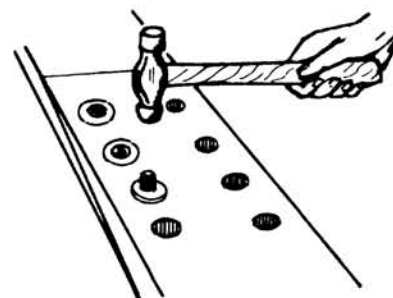

Fig. 10
- 5o Paso - Inserte la arandela y remache con la bola del martillo (fig. 10).